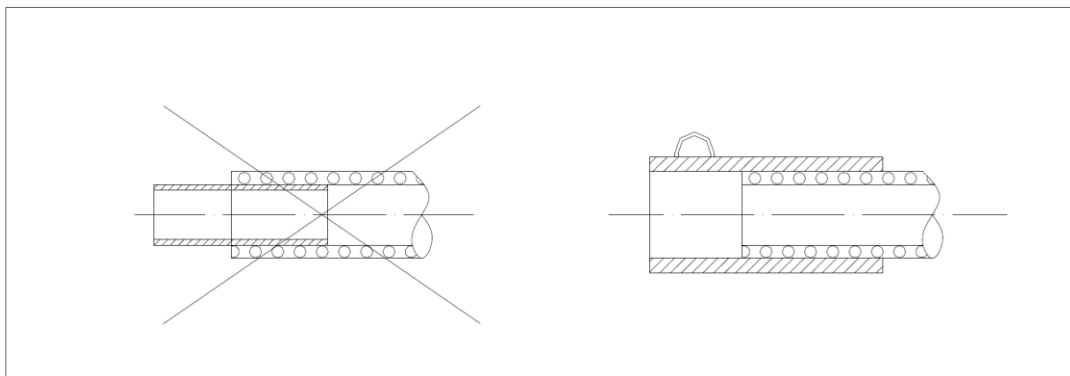

Figura 3
- evitar el uso de la punta en el extremo de la manguera, ya que reduce la sección y aumenta la presión interna en la manguera. (ver figura 3)